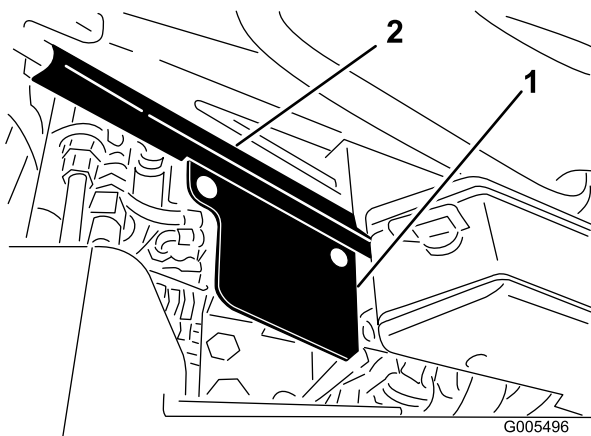

Figura 8
7. Montate la protezione della valvola a destra della base del sedile con 2 bulloni a testa tonda (5/16 x 5/8 poll.) e relativi dadi. Collocate la protezione come illustrato nella Figura 8.